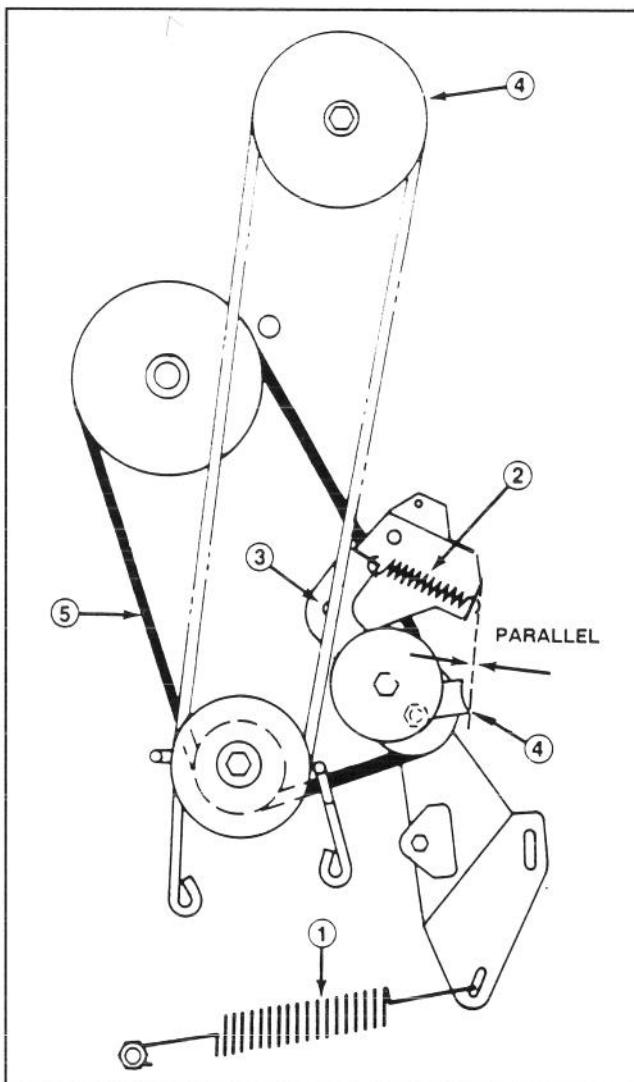

Fig. 17
7. Sganciate la grossa molla di trazione dalla vite di montaggio (Fig. 17). Fate attenzione quando togliete la molla: la tensione è molto elevata.
8. Sganciate la molla di tensionamento dalla staffa del tenditore (Fig. 17).
9. Rimuovete il dado autobloccante e la rondella che fissano la staffa del tenditore al telaio, e togliete la staffa (Fig. 17).
10. Allentate il dado autobloccante della puleggia fin quando potrete togliere il guidacinghia (Fig. 17). Togliete la cinghia da tutte le pulegge.